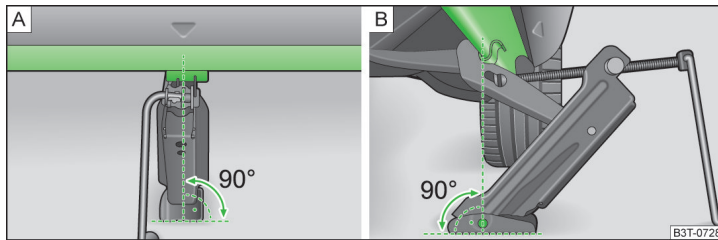

Abb. 143 Wagenheber ansetzen
- Den Wagenheber so ansetzen, dass die Klaue den Steg umfasst » Abb. 143 - **B**.
- Die Grundplatte des Wagenhebers mit ihrer gesamten Fläche auf einem geraden Untergrund abstützen und sicherstellen, dass sich der Heber in senkrechter Position zur Stelle, an der die Klaue den Steg umfasst, befindet » Abb. 143 - **A**.